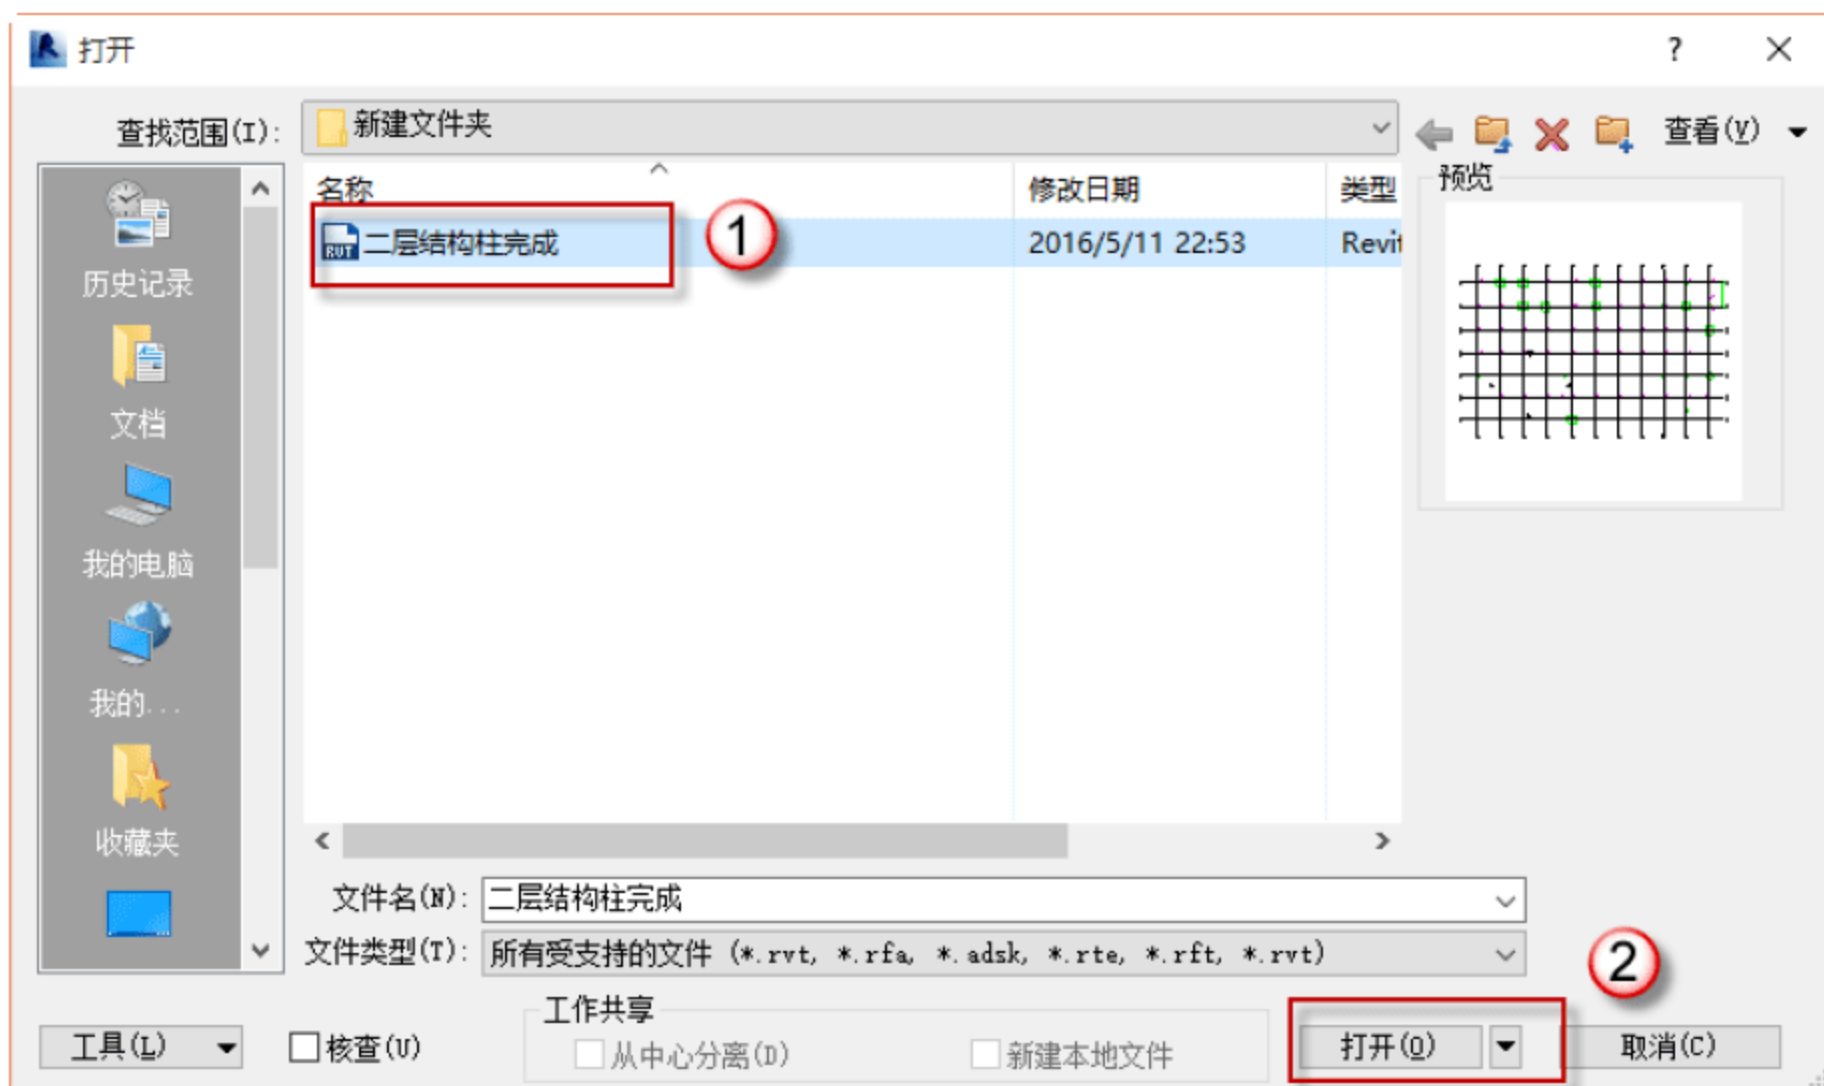

图 4.2.26 打开历史项目
(1) 打开项目文件。单击“打开”按钮，在弹出的对话框中打开保存的文件，或者直接单击“历史项目”按钮，如图 4.2.26 所示。